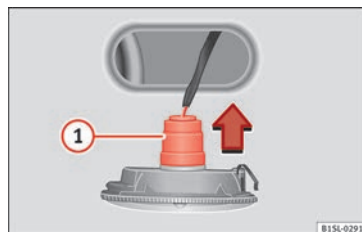

Fig. 154 Intermitente lateral: cambio de las lámparas.
2. Extraiga el intermitente lateral de la carrocería haciendo palanca ②.
3. Extraiga el portalámparas con la lámpara en la dirección de la flecha » fig. 154 ①.